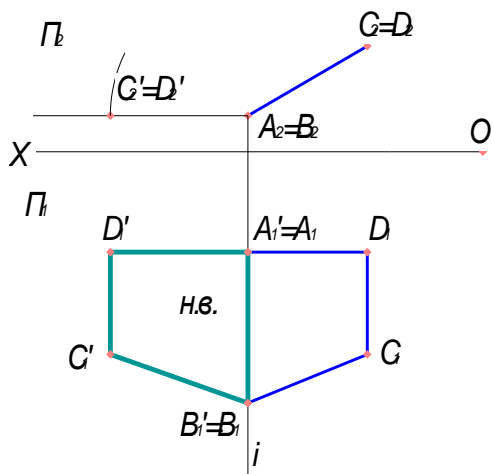

Рисунок 17
3.Способ совмещения (Рисунок 17)